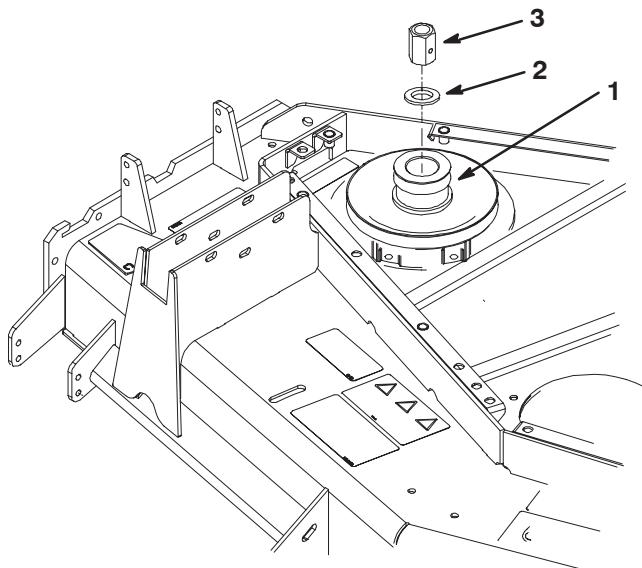

**Bild 8**
10. Schieben Sie die Spannscheibe mit einem 0,5 Zoll Schraubenschlüssel oder einem ähnlichen Werkzeug vom Antriebsriemen, und lassen Sie den Riemen von der rechten Getriebespansscheibe rutschen (Bild 8).
11. Nehmen Sie die Mutter ab, mit denen die rechte Spindelspannscheibe an der Spindel befestigt ist (Bild 8). Entfernen Sie die Spannscheibe und die Scheibe.
- 14.** Schieben Sie die Spannscheibe mit einem 0,5 Zoll Schraubenschlüssel oder einem ähnlichen Werkzeug vom Antriebsriemen, um die Riemenspannung zu lösen, und lassen Sie den Riemen um die größere Scheibe der neuen Spindelscheibe verlegen (Bild 8).